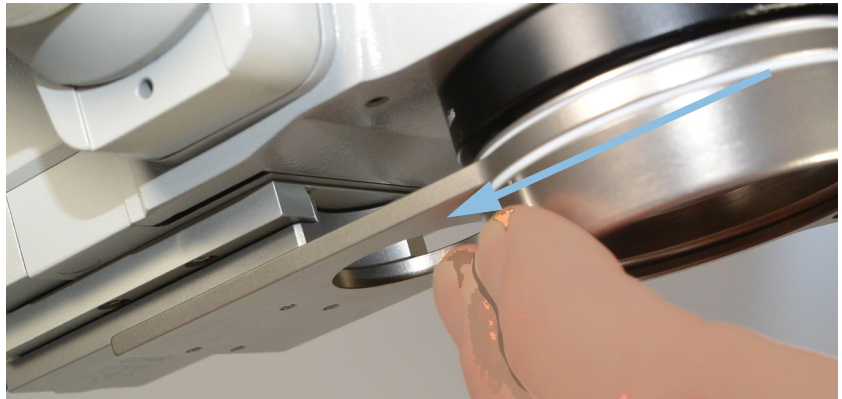

Fig. 9-11: retrait de la plaque de l'adaptateur
- Retirez la plaque de l'adaptateur de la tige de fixation, *Fig. 9-11, page 28.*